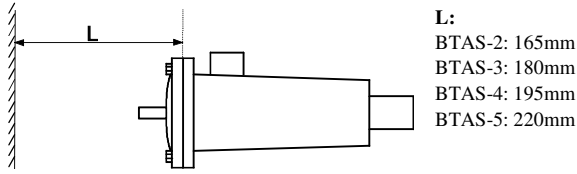

Fig.1
- Voorzie voldoende vrije ruimte aan de flenszijde zodat het binnengedeelte in zijn geheel verwijderd kan worden (Fig.1).
Разрешается устанавливать на достаточном расстоянии от препятствия для замены сердечника(ов). (Fig. 1).